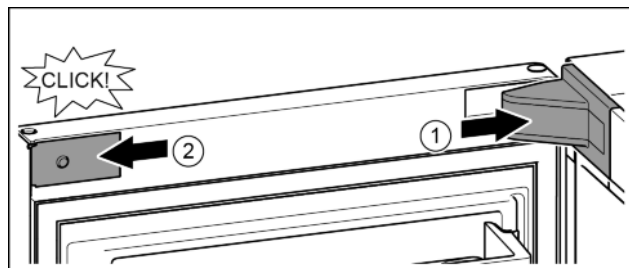

Fig. 20
- ▶ Крышку опорного кронштейна установить и зафиксировать, при необходимости, осторожно разжать. Fig. 20 (1)
- ▶ Установить сбоку накладку и зафиксировать. Fig. 20 (2)